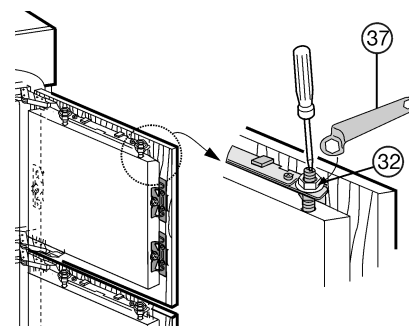

Fig. 30
- Serrer les contre-écrous Fig. 30 (32) avec la clé polygonale Fig. 30 (37) en bloquant les boulons d'ajustage Fig. 30 (33) à l'aide d'un tournevis.